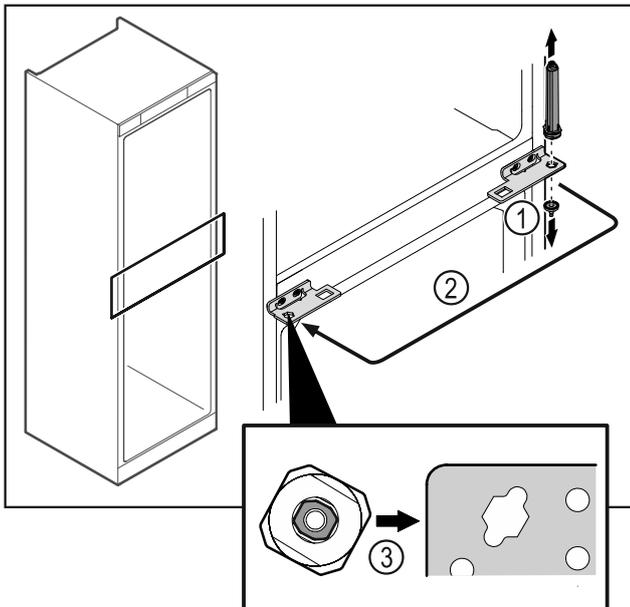

Fig. 48
- ▶ 拧下合页螺栓 Fig. 48 (1)。
- ▶ 调换关门系统 Fig. 48 (2)。
- ▶ 装入时，请留意关门系统 Fig. 48 (3) 是否正确对齐。